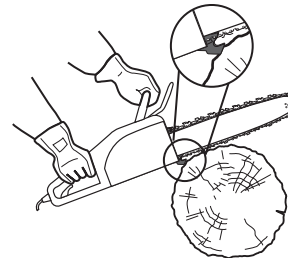

Fig.22
5. Attendez que la chaîne [3] tourne à plein régime avant de commencer à couper. Avant de commencer la coupe, posez la tronçonneuse sur le bois en l'appuyant sur la griffe d'abattage [6], puis servez-vous de la griffe d'abattage comme point de levier au cours de la coupe (Fig. 22).